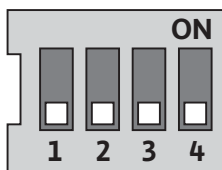

Fig. 29: conmutador DIP
Los conmutadores DIP (fig. 9, pos. 6/fig. 29) se encuentran debajo de la cubierta de la carcasa.